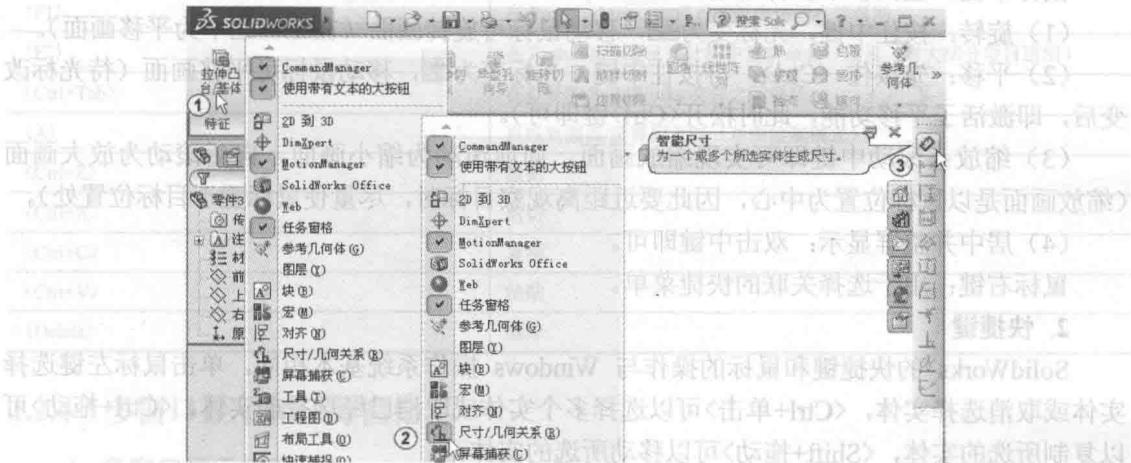

图 1-13 自定义工具栏
在面板中单击鼠标右键，如图 1-13 中①所示。弹出工具栏的下拉菜单，这些菜单左边的复选框若有勾 ，系统将显示对应的工具栏；这些菜单左边的图标若被选中按下，如图 1-13 中②所示，系统将显示对应的工具栏，如图 1-13 中③所示。在面板中单击鼠标右键，取消复选框中的勾，则对应的工具栏将被隐藏。